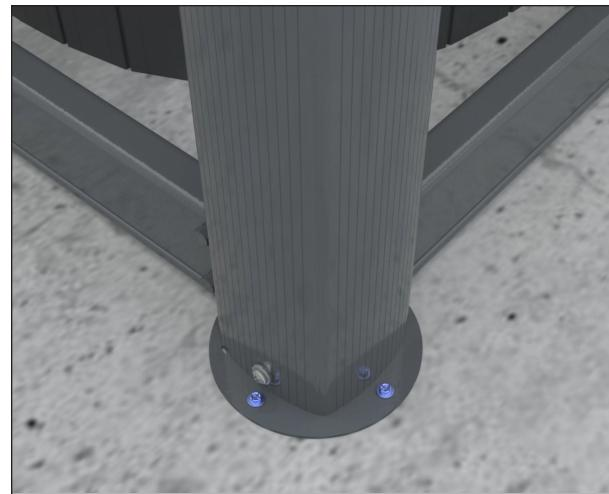

FIGURE 52: ANCRER LES VÉRINS À LA FONDATION
8. Les quatre vérins du couvercle doivent maintenant être ancrés à la fondation par au moins un des trous sur le pied de chaque colonne télescopique, voir Figure 52. Utiliser un ancrage à béton de 6 mm (1/4 po) pour socle de béton ou un tirefond de 6 mm (1/4 po) pour fondation en bois et insérer à une profondeur d'au moins 30 mm (1¼ po). S'il est impossible de respecter ces exigences, installer un ensemble de PLAQUES DE MONTAGE NON PERMANENTES.